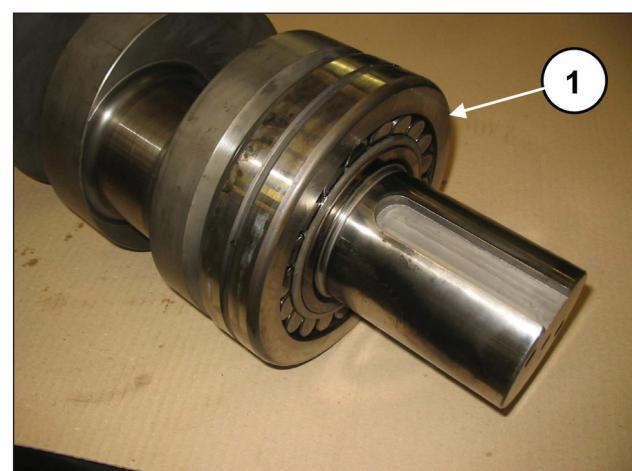
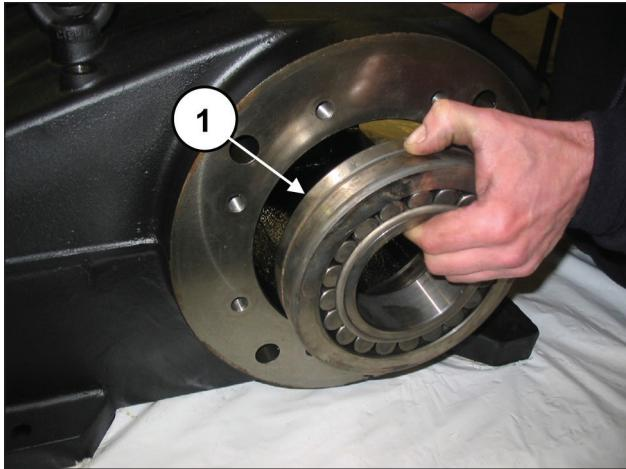

Abb. 42
Abb. 43
Montieren Sie vorläufig das Lager auf Zapfwellenseite bis auf Anschlag auf die Welle (Pos. ①, Abb. 42) und montieren Sie das Lager auf der Gegenseite auf das Gehäuse (Pos. ①, Abb. 43).
Das Lager in Abb. 43 verfügt über einen konischen Innenring. Vergewissern Sie sich vor Einsetzen der Buchse, dass die Konizität von außen nach innen verläuft.